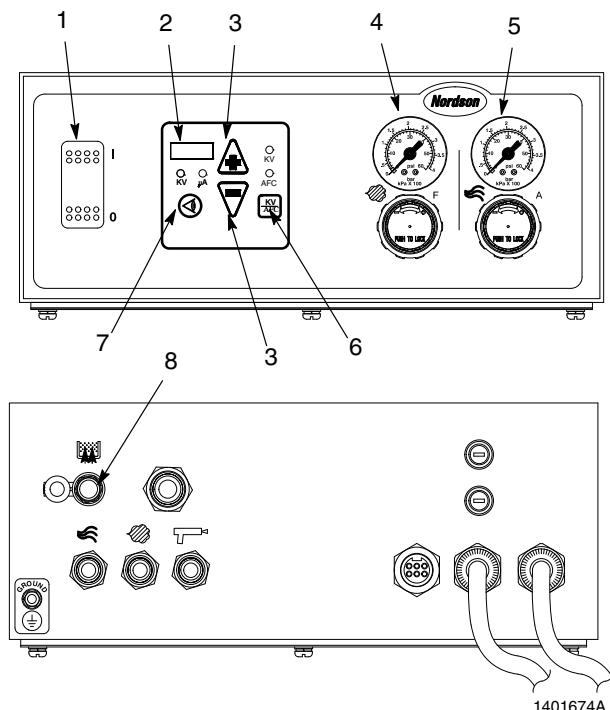

Рис. 7 Органы управления блока управления
- См. рис. 7. Убедиться, что выключатель питания (1) находится в положении выкл.
- Удерживая в нажатом положении клавишу kV/AFC (6), перевести выключатель питания в положение вкл. Отобразится идентификационный код выбранного типа распылителя.
- Выбрать код соответствующего распылителя клавишами +/- (3).
- См. рис. 7. Убедиться, что клапан воздуха псевдоожижения (8) повернут до упора по часовой стрелке.
См. рис. 7.